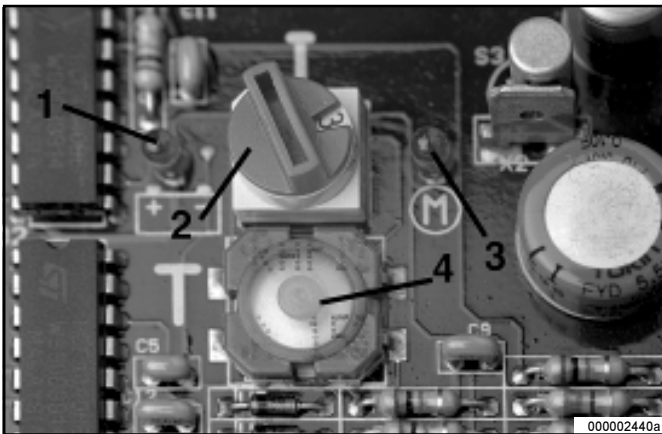

Fig. 11: - LED de la plaquette de circuits imprimés
- On peut vérifier que la plaquette de circuits imprimés est sous tension au fait que la LED de gauche, n° 1 Fig. 11, est allumée.